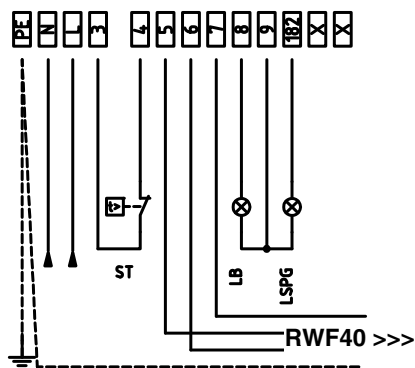

Рис. 27: Модулирующие горелки
3). В случае с модулирующими горелками, клеммы 5,6 и 7 клеммника MA горелки уже подсоединены с модулирующему регулятору (мод. RWF 40). С электрошита выходит 4-х полюсная вилка, предназначенная для подключения датчика температуры или давления (см. Рис. 27)